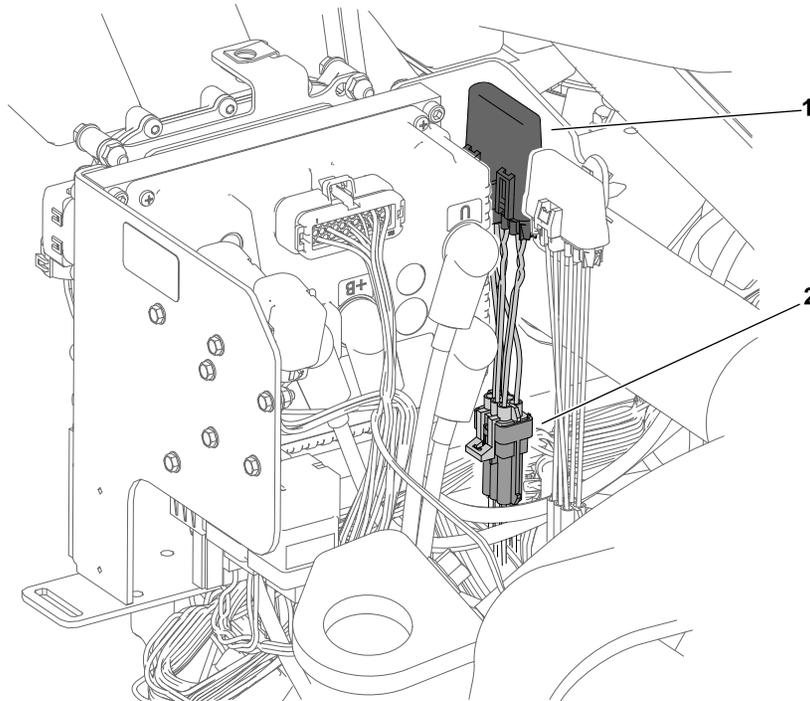

**Figura 44**
2. Rimuovete il diodo dal connettore del cablaggio preassemblato contrassegnato come P09 (Figura 43) e installate il tappo legato sul connettore (Figura 44).